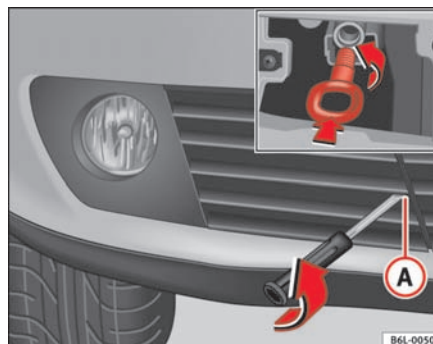

Fig. 159 Slæbøjje foran på bilen
- Skru skruen  ⇒ side 218, fig. 159 ud.